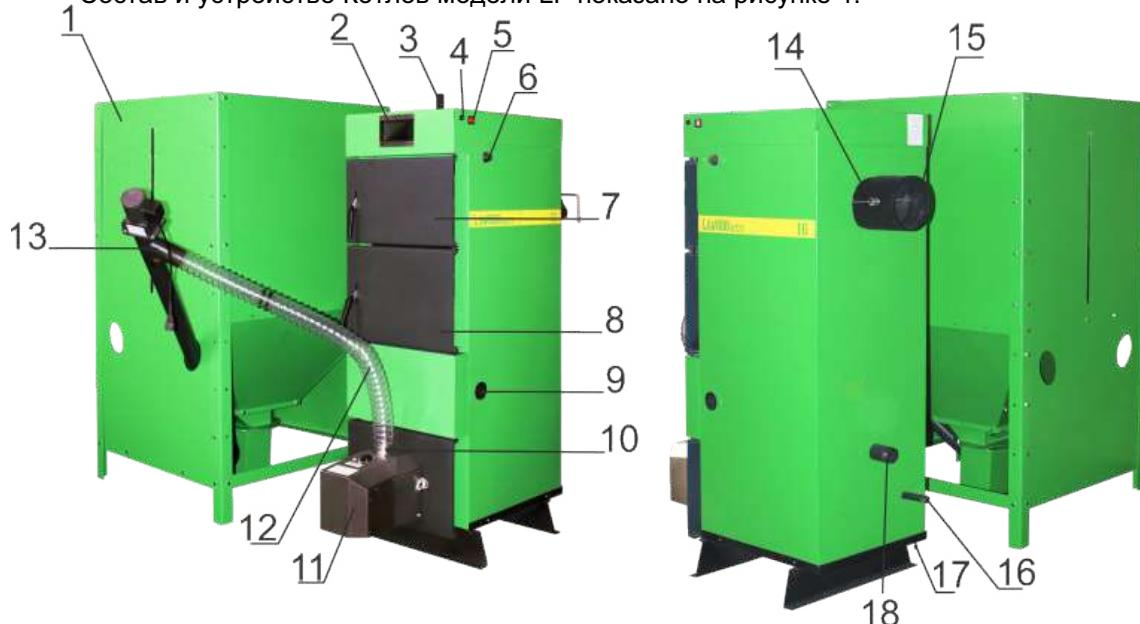

Рисунок 1 – Состав и устройство Котлов моделей LF16-102
10. Котел (рис.1) представляет собой стальной сварной теплоизолированный каркас, обшитый снаружи съемной декоративной облицовкой, и устанавливаемый на собственных опорах. Внутреннее пространство имеет сложную конфигурацию, включает в своем составе трубчатый теплообменник, предназначенный для циркулирования теплоносителя, листовые детали, образующие вместе со стенками каркаса камеру сжигания, воздухоподводящие каналы, систему дымоудаления из Котла (15). Внутри каркаса в нижней части расположены устройства: колосниковая решетка для размещения топлива (при работе на резервном топливе) и зольный ящик для сбора и удаления золы. Снаружи Котел имеет дверцы и окошки для обслуживания Котла (7,8), патрубки для подсоединения к трубопроводам водяного контура системы отопления (3, 18), патрубок для опорожнения теплообменника (16), штуцера для установки термодатчика и тягогрегулятора (6). В нижней части котла в нижнюю дверцу вмонтирована Горелка (11) выбранной мощности, которая соединяется через механический пожарный клапан (10) гибким гофрированным шлангом (12) с бункером для пеллет (1), откуда внешним питателем (13) пеллеты подаются в Горелку. Автоматика входящая в комплект, включается кнопкой (5), расположенной на правой боковой части Котла, рядом с ней располагается предохранитель (4).